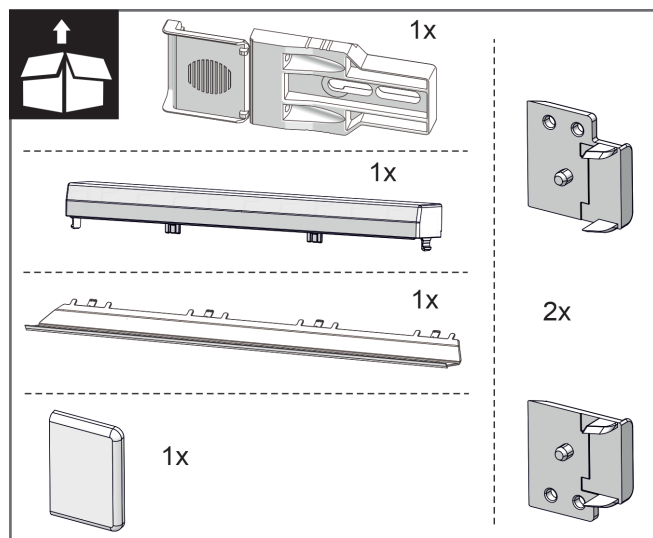
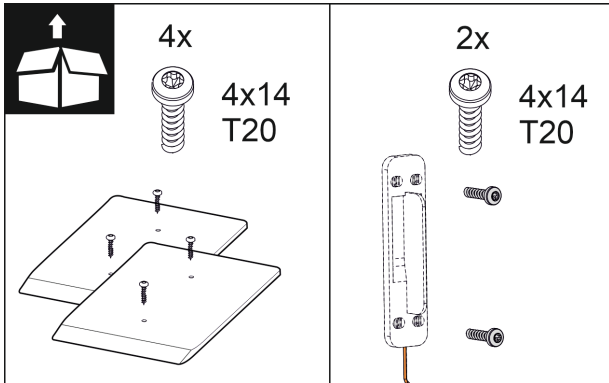

Fig. 10
Fig. 16
2. Meegeleverde montageonderdelen controleren. *Fig. 10 ()* tot *Fig. 16 ()*
### Montagedelen meegeleverd *Fig. 10 ()* tot *Fig. 16 ()*